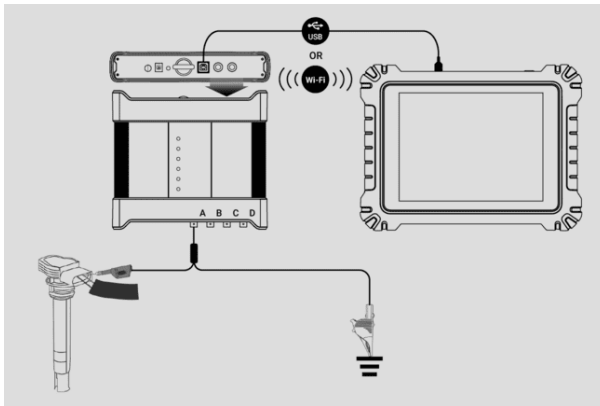

図7 -1 接続図
1. 該当するテスト リードまたはプローブの端子端を入力チャンネルに挿入して、接続を完了します。(図7 -1接続図を参照してください。)